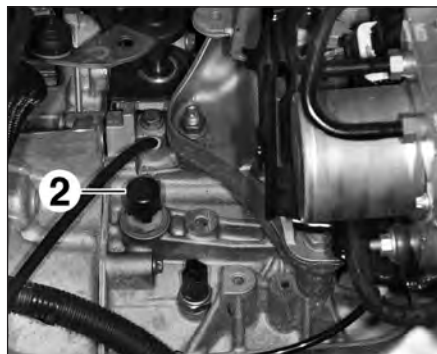

FIG.3
- le bouchon de l'orifice de mise à l'air libre (2) (Fig.3).